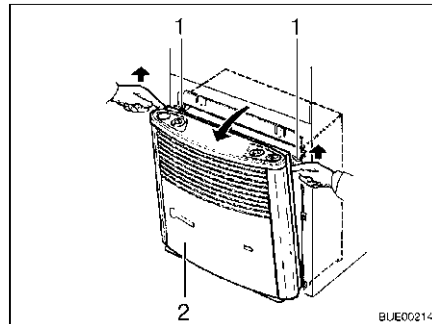

Fig. 124 Extraer el revestimiento de la calefacción
- Retirar el revestimiento de la calefacción (Fig. 124,2). Para ello, tirar hacia adelante la parte superior del revestimiento, presionar los muelles de sujeción (Fig. 124,1) a los lados hacia arriba y abatir el revestimiento hacia adelante.